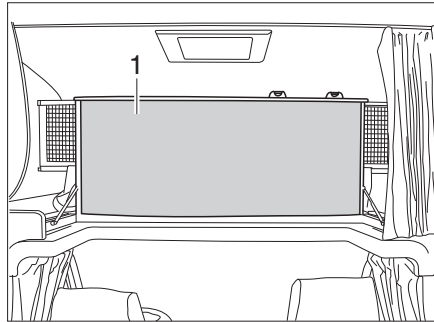

Bild 122 Alkovenbett, nach oben geklappt
- Alkovenbett (Bild 122,1) vorn nach oben klappen. Das Alkovenbett wird von Gasdruck-Federn in der oberen Stellung gehalten.